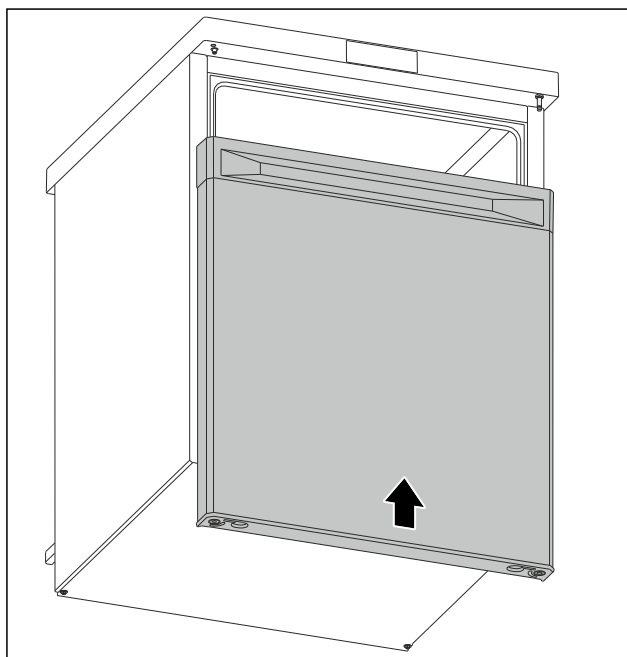

Fig. 13
- ▶ Zamknięte drzwi nasunąć na górny sworznień. (patrz Fig. 13)